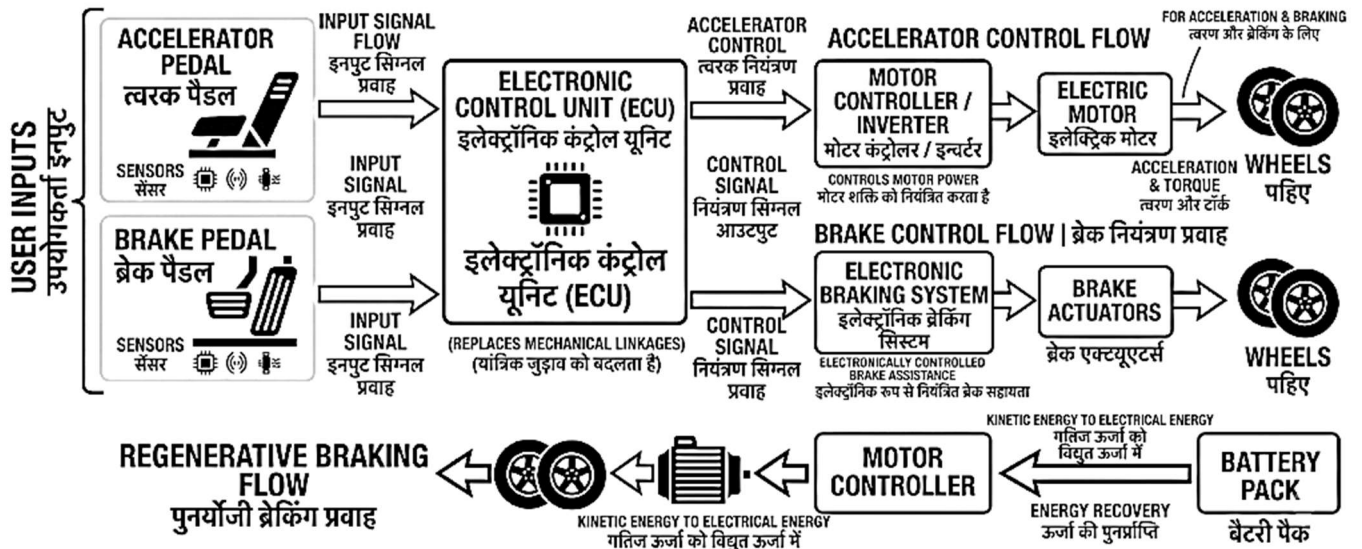

Fig. 6.2: EV Driving System Overview | ईवी ड्राइविंग सिस्टम अवलोकन
6.2.1 Introduction (Fig.6.2)
6.2.1 परिचय (Fig.6.2)